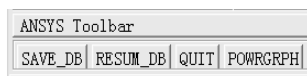

图 1-38 工具条
(18) 单击操作界面左上角工具条中的“SAVE\_DB”按钮 (见图 1-38), 保存文件。